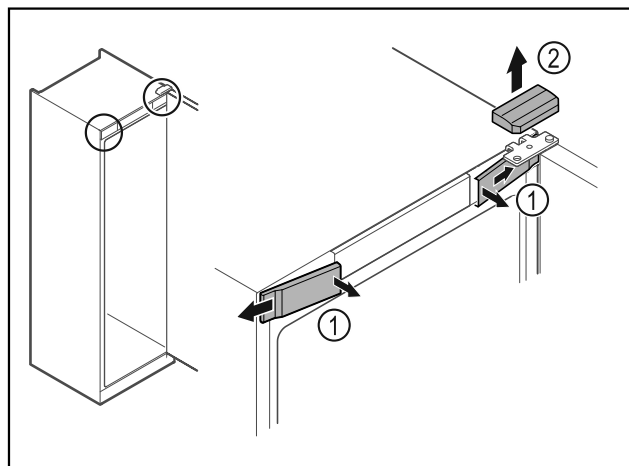

Fig. 8 *
- Spnite sprednje pokrove Fig. 8 (1) in jih odstranite proti strani.*
- Zgornji pokrov Fig. 8 (2) snemite v smeri navzgor.*